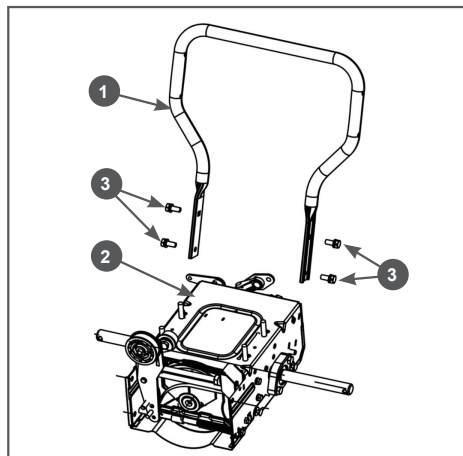

Рис. 4 Установка стойки рукояток
3. Установите стойку рабочих рукояток. Совместите отверстия в стойке рукояток и раме, вставьте в отверстия болты и плотно закрутите их (Рис. 4).